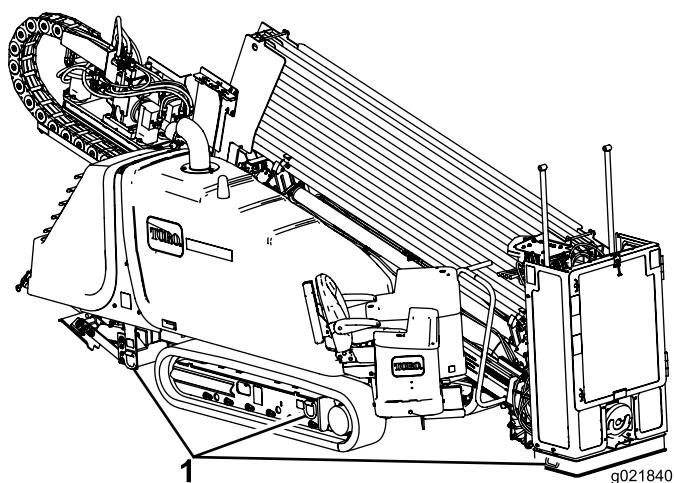

**Figure 73**
8. À l'aide de chaînes et d'attaches de capacité suffisante, accrochez à la remorque les anneaux des cadres des chenilles droite et gauche ainsi que de la plaque d'ancrage (Figure 73).